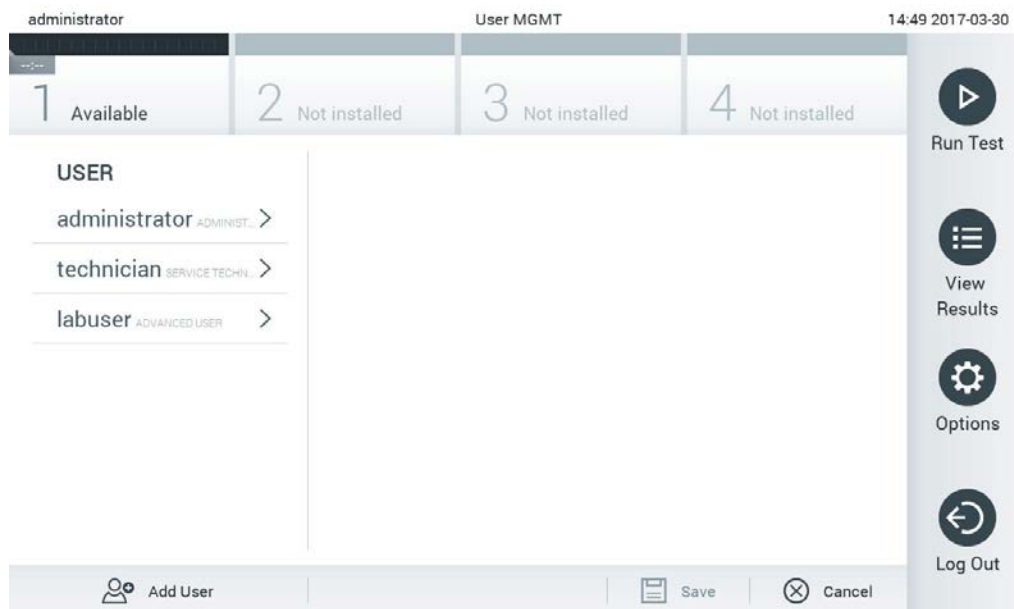

Abbildung 52: Bildschirm User Management (Benutzerverwaltung)
1. Drücken Sie auf die Schaltfläche Options (Optionen) und dann auf die Schaltfläche User Management (Benutzerverwaltung), um Benutzer zu konfigurieren. Im Inhaltsbereich der Anzeige wird der Bildschirm User Management (Benutzerverwaltung) angezeigt (Abbildung 52).